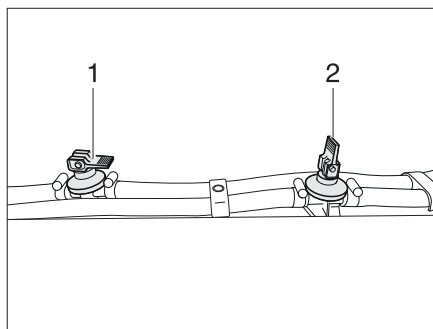

Bild 376 Avtappningskran
- Öppna alla avtappningskranar. Ställ vipparmen (i Bild 376,2) i lodrätt läge.